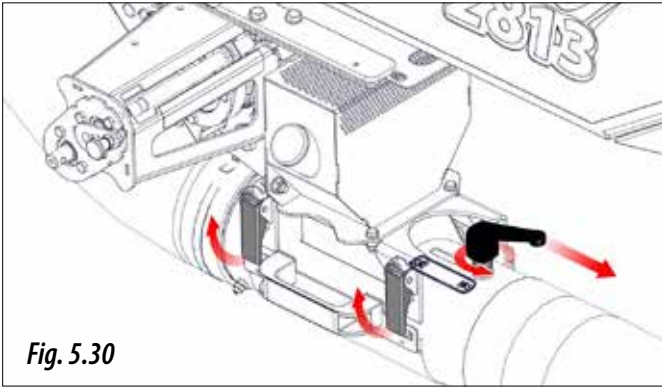

Fig. 5.30
- 4.A.2-** Abrir la tapa del inyector venturi, para ello deberá actuar sobre los dos cierres rápidos y desplazar la maneta de calibración a la posición "NO" (Fig. 5.30).